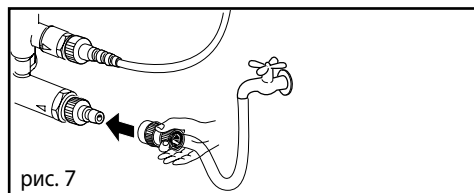

рис. 7
3. Соединить водопроводную трубу с фитингом всасывающей трубы INLET (впуск) (Max. 1 МРа, max. 40° C) (рис.7).